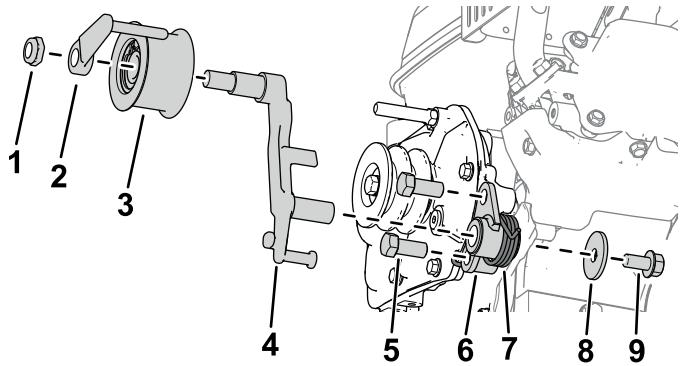

图 3
5. 如图 3 所示用 2 个螺栓 7/16 x 1 英寸将离合器支架安装到齿轮箱。
6. 将离合器杆安装到离合器支架上图 3。
7. 如图 3 所示用垫圈 $3/8 \times 1-3/8$ 英寸和螺栓 $3/8 \times 3/4$ 英寸将扭力弹簧安装到离合器支架。
8. 用皮带导轨和六角螺母将急轮皮带轮总成安装到离合器杆上图 3。